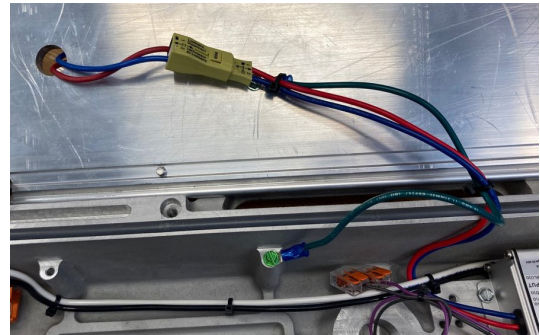

Figure 3. Acheminement des fils du moteur DEL MLLA2
5. Repérer et retirer l'attache de câble utilisée pour fixer le câblage d'entrée du moteur DEL (voir figure 3). Faire attention en retirant l'attache de câble afin de ne pas endommager les fils.
6. Séparer la fiche d'entrée du raccord de moteur DEL et la prise de sortie du pilote de DEL (voir figure 3).